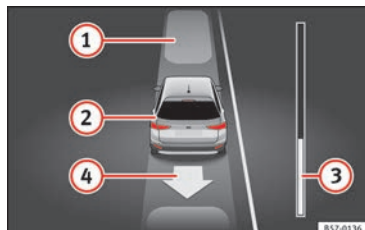

Fig. 205 Sur l'écran du combiné d'instruments : sortir d'une place de stationnement en créneau.
Légende de la **fig. 205** :
La barre de progression » fig. 205 ③ indique la distance à parcourir » page 257.